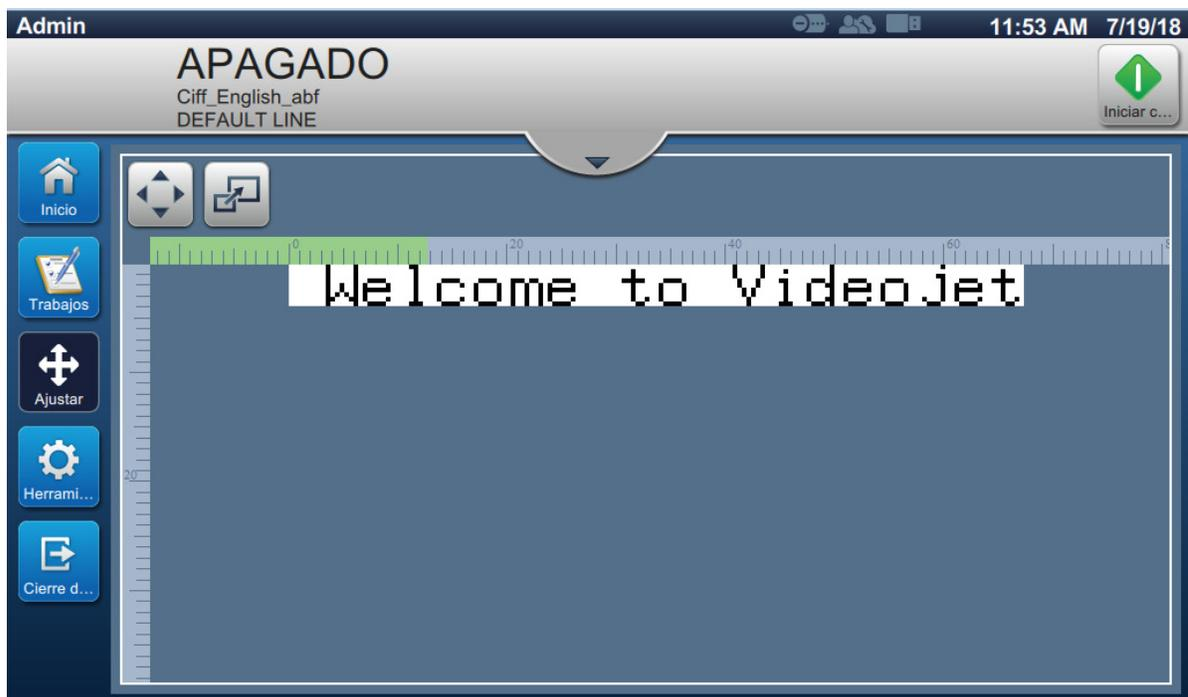

Figura 4-8: Ventana Ajustar
1. Pulse el botón  en la pantalla de inicio. Se abrirá la pantalla mostrada en la Figura 4-8.